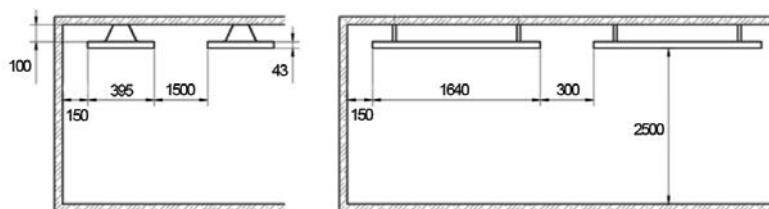

Рис. 3
- для моделей RИH-R3000G, RИH-R4000G снять крышку (4);
- подсоединить провода к клеммной колодке обогревателя согласно рис. 3 Приложения. Между источником питания и